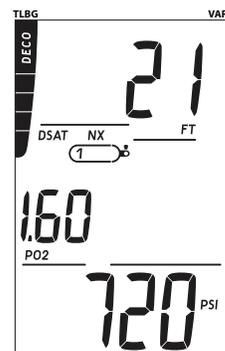

Fig. 73 - ALARME PO2 (pendant une phase de décompression)
**Haut niveau de PO2 lors d'une phase de décompression** : paramètres affichés (Fig. 73)